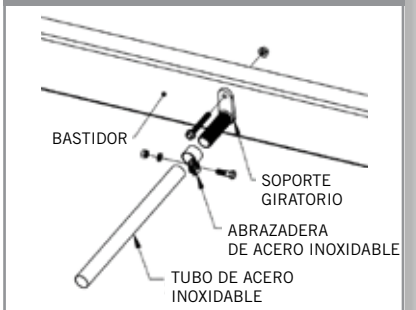

FIGURA 9
- Coloque la tapa de poliéster (10003106A) en el extremo del tubo de acero inoxidable. (Ver la Figura 9)